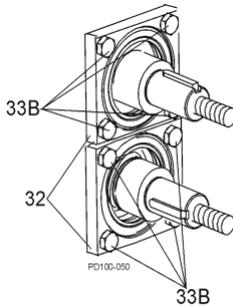

Abbildung 42 - Entfernen der Lageraufnahmen
- Entfernen Sie die Schrauben der vorderen Lageraufnahme (Abbildung 42, Pos. 33B) und ziehen Sie die Lageraufnahmen (Pos. 32) heraus. (klemmt eine Lageraufnahme, belassen Sie sie an Ort und Stelle; sie wird beim Ausbau der Welle herausgedrückt).